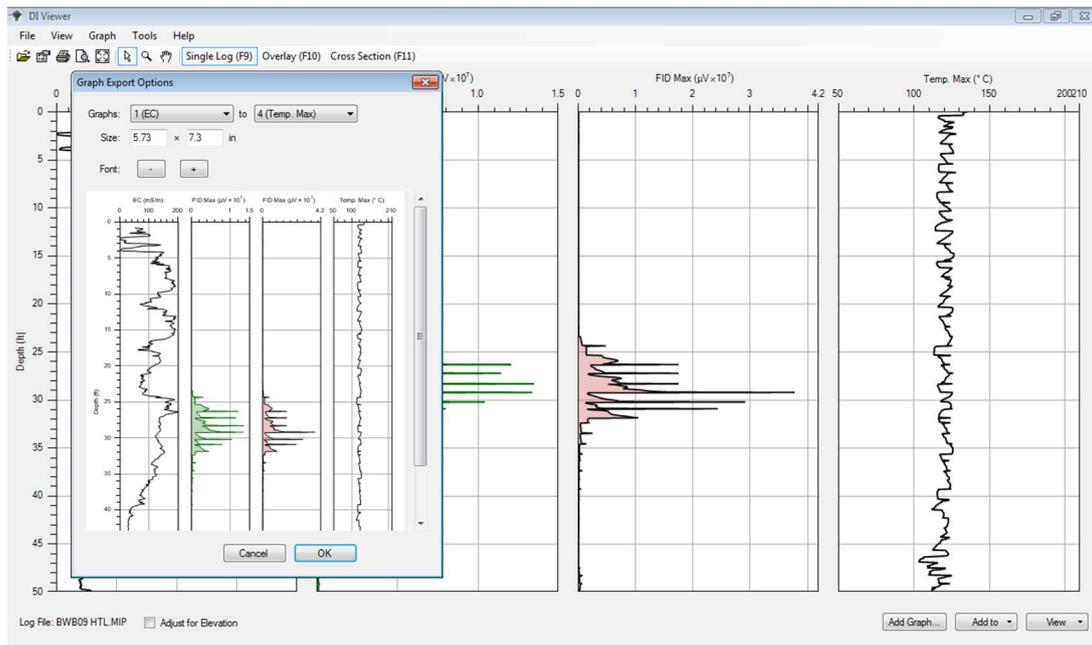

Figure 32 : Exportation d'images de graphes.
2. Sélectionnez *Export Graph...* ce qui permettra de visualiser les graphes exportés (Figure 32).
3. Sur l'écran de visualisation sélectionnez les graphes que vous souhaitez exporter (Figure 32).